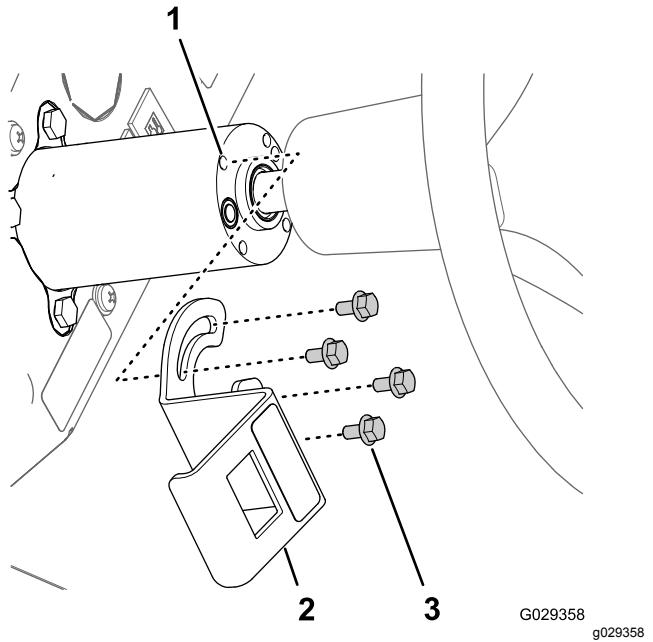

Figura 208
- Alinee las ranuras en el soporte de montaje del interruptor de control de espuma con los 4 insertos roscados en el árbol de la dirección (Figura 208).
- Alinee el conector de 8 tomas a través de la abertura en el soporte y conéctelo a las clavijas (Figura 208) en la parte posterior del interruptor de parada de 3 posiciones (interruptor de control de espuma).